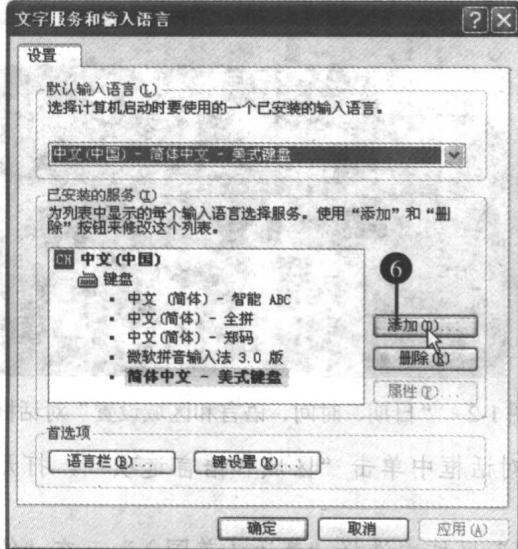

图 1-5 “文字服务和输入语言”对话框
(6) 在“语言”选项卡中单击“**详细信息** (D)...”按钮，打开“文字服务和输入语言”对话框，如图 1-5 所示。